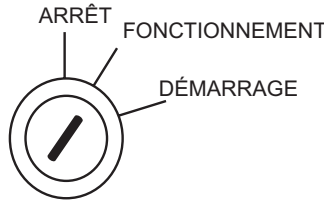
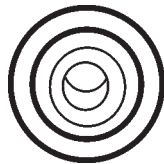
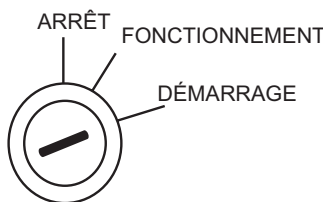

Figure 39. Préchauffage du Commutateur D'allumage (Position Fonctionnement)
Figure 40. Témoin de Préchauffage
Figure 41. Commutateur d'allumage (Position Démarrage)
2. En temps chaud, sautez l'étape 4. Préchauffez la **bougie de préchauffage** du moteur en tournant la clé de contact (Figure 39) en position **FONCTIONNEMENT**. Lorsque la lampe de préchauffage (Figure 40) s'allume, passez à l'étape 3.
3. Tournez la clé de contact en position **DÉMARRAGE** (Figure 41). Dès que le moteur démarre, relâchez la clé de contact et laissez-la retourner en position **RUN (FONCTIONNEMENT)** (Figure 39).